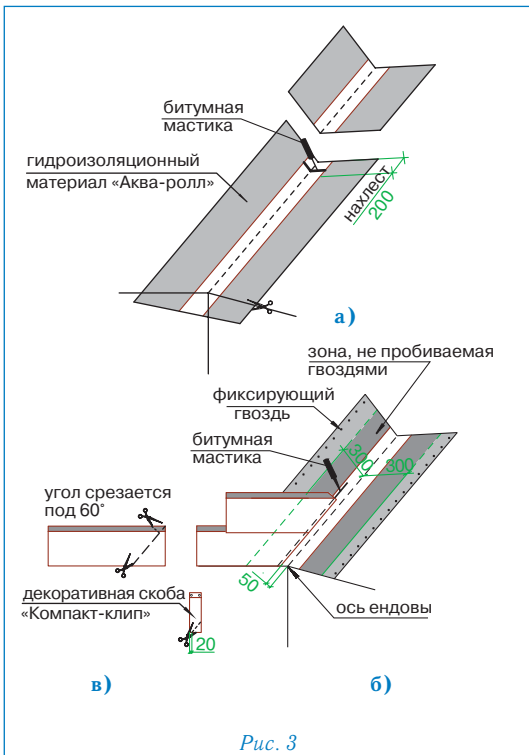

Рис. 3
### Ендова (рис. 3)
- ровно по центру ендовы расстилается специальный рулонный материал «Аква-ролл», фиксируется в верхней части двумя гвоздями и обрезается в нижней части по линии карниза (рис. 3а);
**2.** «Аква-ролл» укладывается с нахлестом 20 см, место нахлеста тщательно обрабатывается битумной мастикой (рис. 3а).
- непосредственно перед укладкой в ендову черепицы, защитная пленка с лицевой стороны «Аква-ролла» снимается и на самоклеящуюся поверхность укладываются листы черепицы, обрезанные в соответствии с заранее отбитыми линиями (рис. 3б).
**Внимание: 1.** Необходимо также подрезать верхний уголок обрезанного края листа (см. рис. 3в) для правильного стока воды.
**2.** Крепление обрезанного листа к медной части «Аква-ролла» осуществляется при помощи сплошной полосы битумной мастики (рис. 3б).
**4.** В случае, если скоба «Компакт-клип» приходится на место обреза листа, можно либо обрезать накладку, оставив минимум 2 см в нижней части (рис. 3в), либо произвести укладку листов без использования накладки.